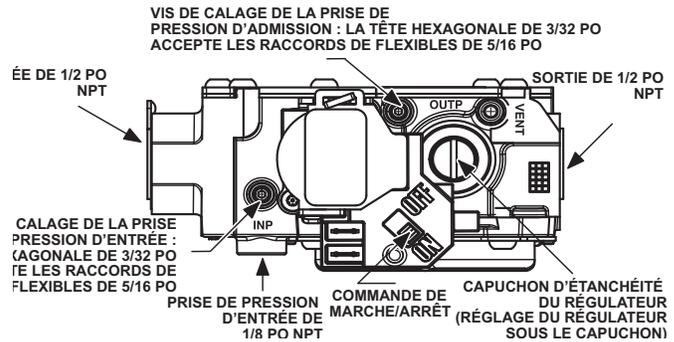

Fig. 64 – Soupape de gaz avec orifices de pression
- h. Retirez le capuchon de réglage du régulateur de pression de la soupape de gaz et tournez (tournevis à bout plat de 3/16 po ou plus petit) dans le sens antihoraire (vers l'extérieur) pour diminuer le débit d'admission, ou dans le sens horaire (vers l'intérieur) pour l'augmenter. Voir la Fig. 64.